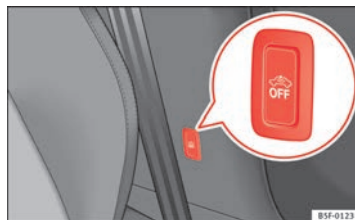

Fig. 54 Tecla de vigilancia del habitáculo / de la protección antirremolcado
- Para desconectar la vigilancia del habitáculo y la protección antirremolcado, apague el contacto y pulse la tecla ⇒ **fig. 54**. El testigo de la tecla se enciende.